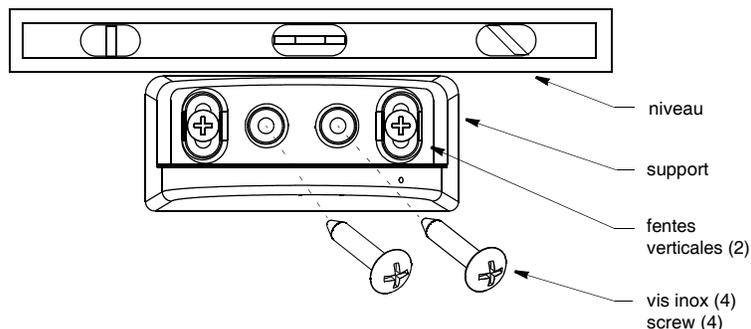

Figure 1. Fixation du support
1. Tracez une ligne horizontale à l'emplacement sélectionné à l'aide d'un niveau de menuisier (voir Figure 1).